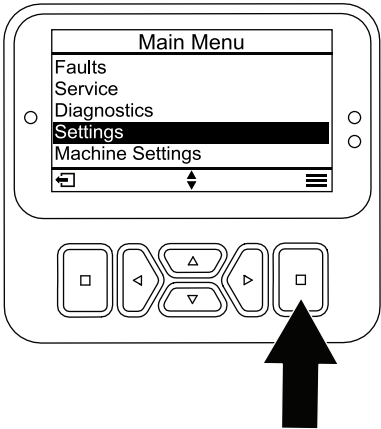

Figura 27
1. En el menú PRINCIPAL, vaya al menú SETTINGS (Ajustes) y pulse el botón de selección (Figura 27).